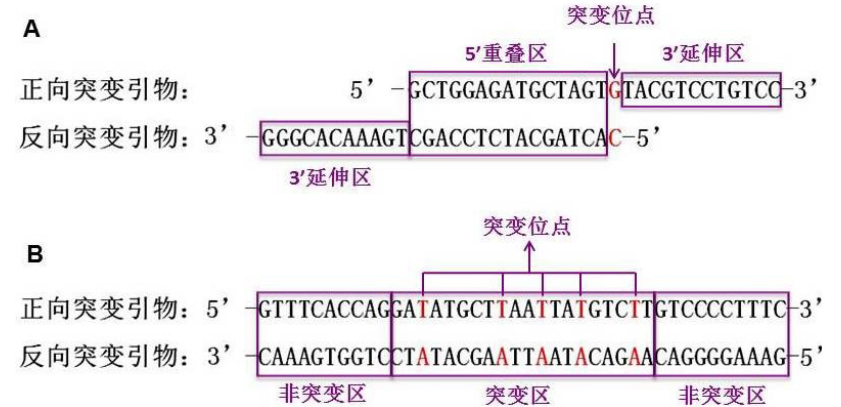

图2 TIANGEN 快速定点突变试剂盒引物设计原则
- 若引物中只有一个突变位点，则需采用图2-A的设计原则。此类引物包括5'重叠区和3'延伸区两部分。引物总长度大约为30 nt，其中5'重叠区为15-20 nt，3'延伸区至少为10 nt。突变位点在正向突变引物的重叠区以后，反向突变引物的5'末端。
- 若引物上含有2-5个突变位点，则需采用图2-B的设计原则。此类引物的两条序列完全互补，分为突变区和非突变区两部分。引物总长度大约为40 nt，其中突变区为15-20 nt，非突变区至少为10 nt。根据实验需求可在突变区内设计2-5个突变位点。